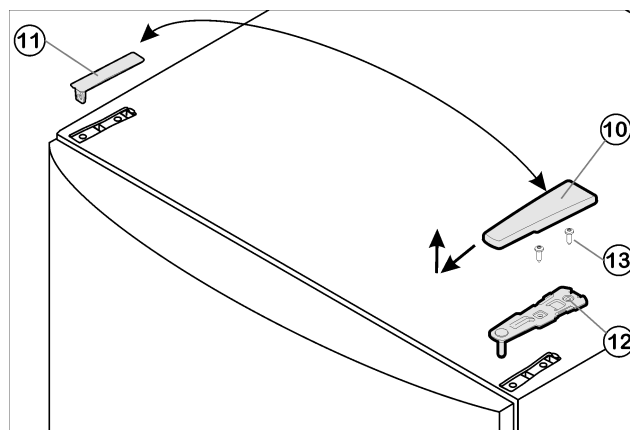

Fig. 4
- ▶ Wyjąć osłonę Fig. 4 (10) do przodu i do góry.
- ▶ Podnieść osłonę Fig. 4 (11).
- ▶ Odkręcić górną płytkę zawiasu Fig. 4 (12)(2 razy Torx® 25 Fig. 4 (13) i wyjąć ją do góry.
- ▶ Włożyć w drzwi górną płytkę zawiasu Fig. 4 (12) po nowej stronie zawiasów.
- ▶ Przykręcić mocno górną płytkę zawiasu Fig. 4 (12) (z siłą 4 Nm) (2 razy Torx® 25) Fig. 4 (13). Ewentualnie nakłuć otwory pod śruby lub użyć wkrętarki akumulatorowej.
- ▶ Zazębic osłonę Fig. 4 (10) i osłonę Fig. 4 (11) odpowiednio po przeciwległej stronie.